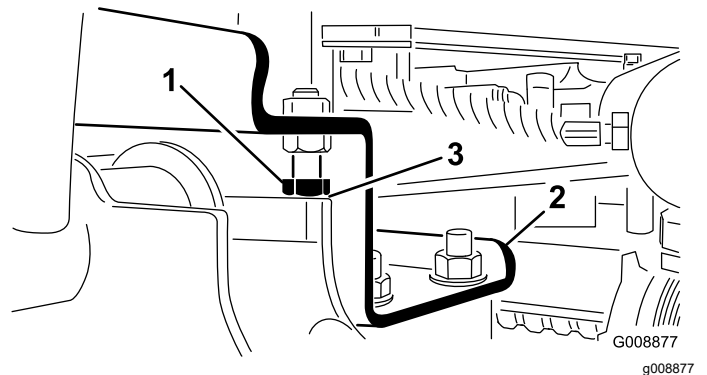

Bild 26
- Drehen Sie die Anschlagschrauben heraus und stellen den Zylinder so ein, dass der Abstand erzielt wird (Bild 26).
2. Prüfen Sie, ob der Abstand zwischen jedem Hubarm und der Anschlagschraube zwischen 0,13 und 1,02 mm liegt (Bild 26).